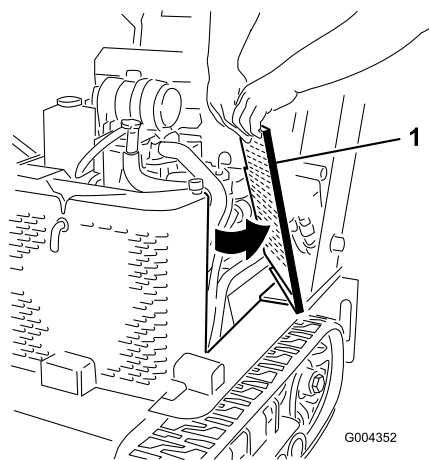

Figura 27
2. Fate scorrere le griglie laterali (Figura 27) verso l'alto e al di fuori delle fessure nella griglia e nel telaio anteriori.